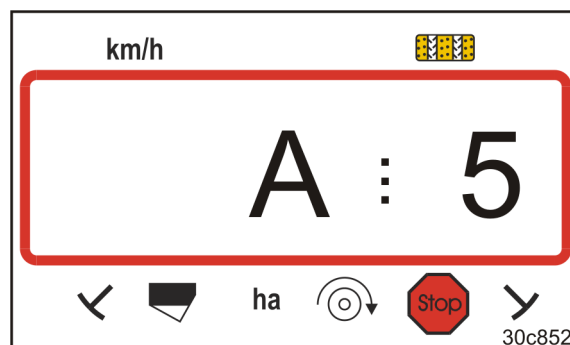

Fig. 30
- aparece a indicação (Fig. 30)